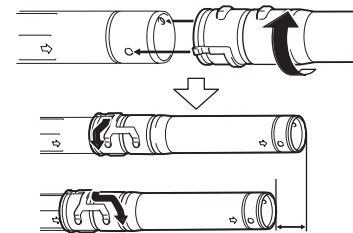

Рис. 5
4. Соберите полностью воздухопровод доставив оставшиеся трубы, соедините прямую трубу с трубой с фиксатором, пока не почувствуете сопротивление. Не прилагайте чрезмерные усилия, удерживайте трубу с фиксатором и вращайте прямую трубу по часовой стрелке, приводя в действие фиксирующие пазы, пока крепление не станет надежным (Рис. 5).